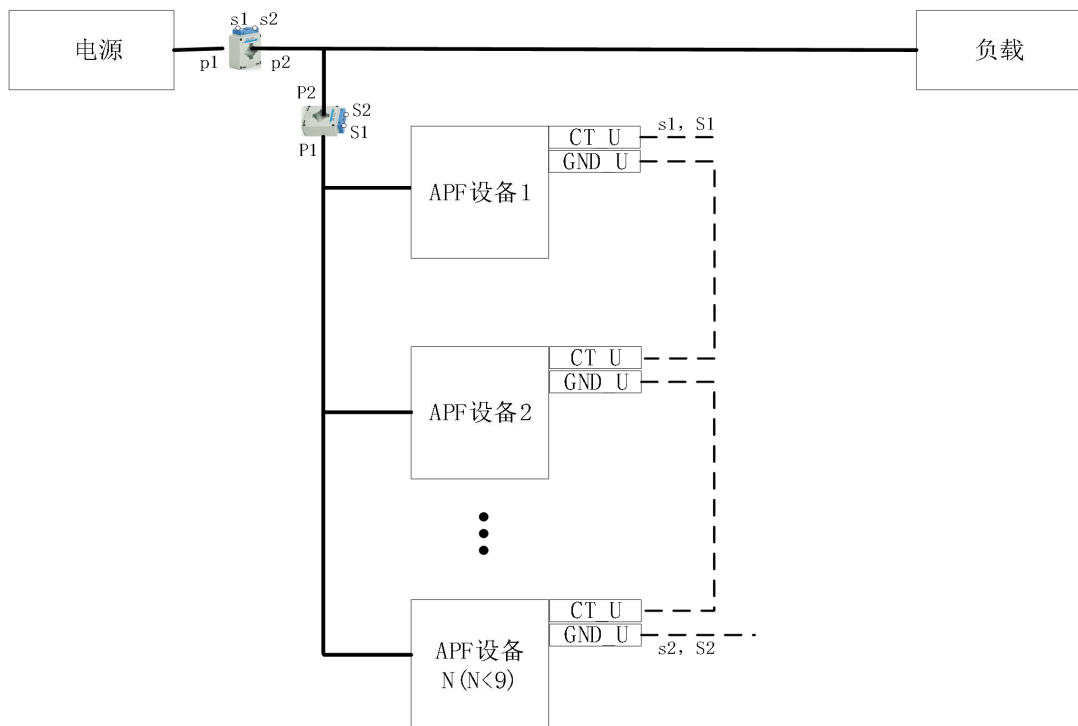

图 3-7 并机时配电与监控接线示意图（CT 在源侧和补偿侧）
1、模块并机时，采样 CT 只能放在负载侧。如现场应用中 CT 不能单独放在负载侧，如图 3-7 分别将 CT 放在源侧和补偿侧检测电流，最终合成负载 CT 电流（源侧 S1 和补偿测 s1 并联、S2 和 s2 并联）。